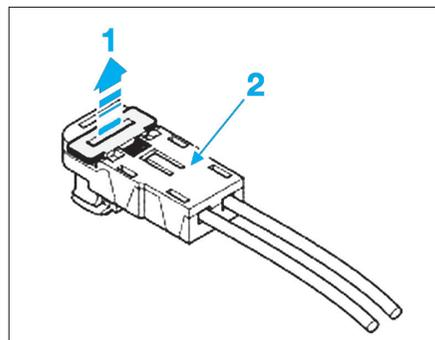
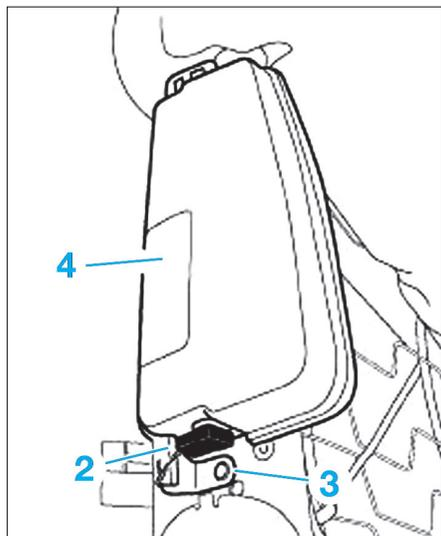
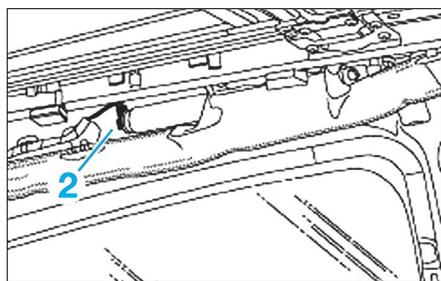

Fig. 10
Fig. 11
Fig. 12
- Dégrafer la sécurité (1) puis débrancher le connecteur (2) de l'airbag latéral (Fig.10) et (Fig.11).
- Dégrafer la sécurité (1) puis débrancher le connecteur (2) de l'airbag rideau (Fig.10) et (Fig.12).